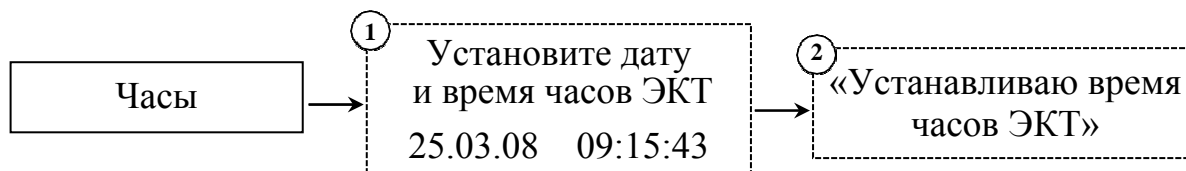

Рисунок 7
5.6.3 Меню «**ЧАСЫ**» позволяет настроить дату и время часов ЭКТ (ЭКТМ). Схема этого меню отображена на рис.7. Ввод даты/времени на странице №1 осуществляется согласно п. 5.4.